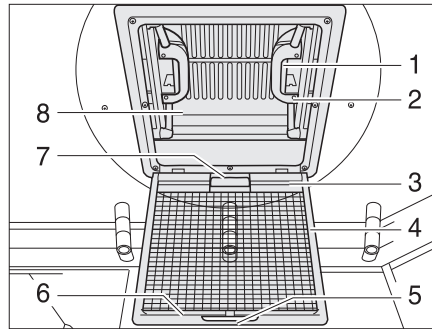

Fig. 90 Oblò a scatto
- Tirare la maniglia (Fig. 90,5).
- Ribaltare la protezione contro gli insetti (Fig. 90,4) verso il basso.
- Premere la chiusura a scatto (Fig. 90,1) verso l'interno dell'oblò (Fig. 90,8). Premere contemporaneamente verso l'alto l'oblò con la maniglia (Fig. 90,2).
- Spingere la protezione contro gli insetti (Fig. 90,4) verso l'alto finché non si innesta.
- Tirare con forza verso il basso le due maniglie (Fig. 90,2) dell'oblò (Fig. 90,8), fino a quando non scattano (Fig. 90,1) entrambe le chiusure.
- Chiusura:* ■ Tirare l'oscurante a rullo per la maniglia (Fig. 90,7) e agganciare il listello portaganci (Fig. 90,3) nel listello di supporto (Fig. 90,6) sulla protezione contro gli insetti.
- Apertura:* ■ Staccare il listello porta-ganci (Fig. 90,3) dal listello di supporto (Fig. 90,6) e ricondurre lentamente in posizione l'oscurante a rullo.